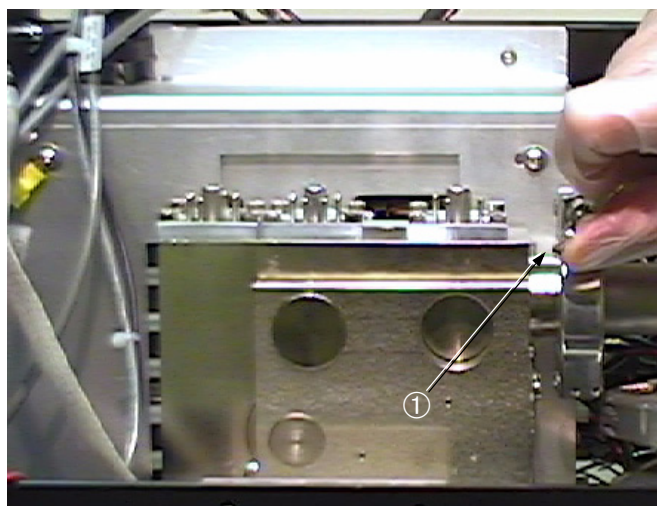

图 4-5 KF-25 快速固定装置
7. 卸下 KF-25（ISO NW-25）快速固定装置 ①，从 979 真空系统中断开质谱计管（图 4-5）。